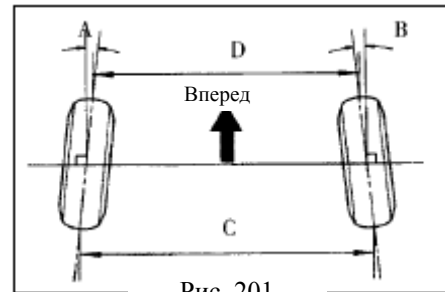

Рис. 201
3. Проверьте схождение задних колес(рис. 201)